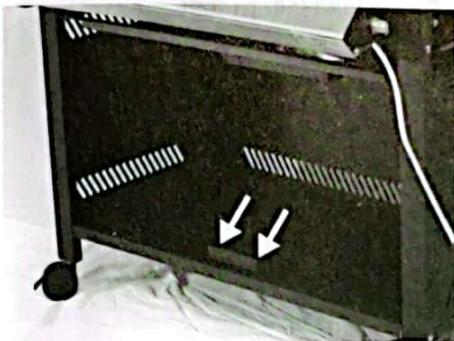

Abb. 18
21. Schrauben Sie den Türanschlag mit 2 kurzen Schrauben, Unterlegscheiben und Muttern an der Bodenplatte fest (Abb. 18/Pfeile).